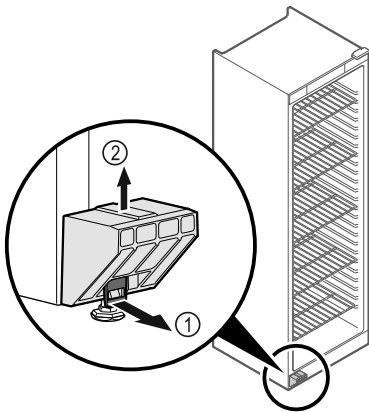

Fig. 1
- ▶ Vedä läppä Fig. 1 (1) eteen.
- ▶ Irrota kuljetusvarmistin Fig. 1 (2) ylöspäin vetämällä.